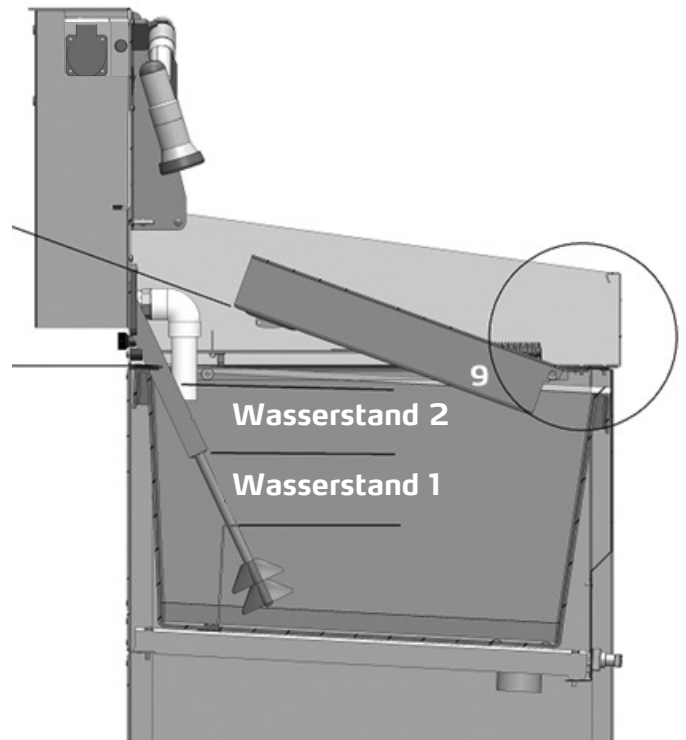

Abb. 4
- Reinigen der Walzen im Walzen-Vorwaschbecken (Lieferumfang im ColorFree top Set) (9) Abb. 4
Bevor das Waschwasser dann im weiteren Betrieb aufbereitet werden kann, muss ein Mindest-Wasserstand vorhanden sein (Wasserstand 1) Abb. 4.
Siehe Abbildung 4. Das Becken wird mit den Aufnahmeaken (9) schräg, in einem Winkel von etwas 20° in auf die Aufnahmezapfen aufgesteckt.